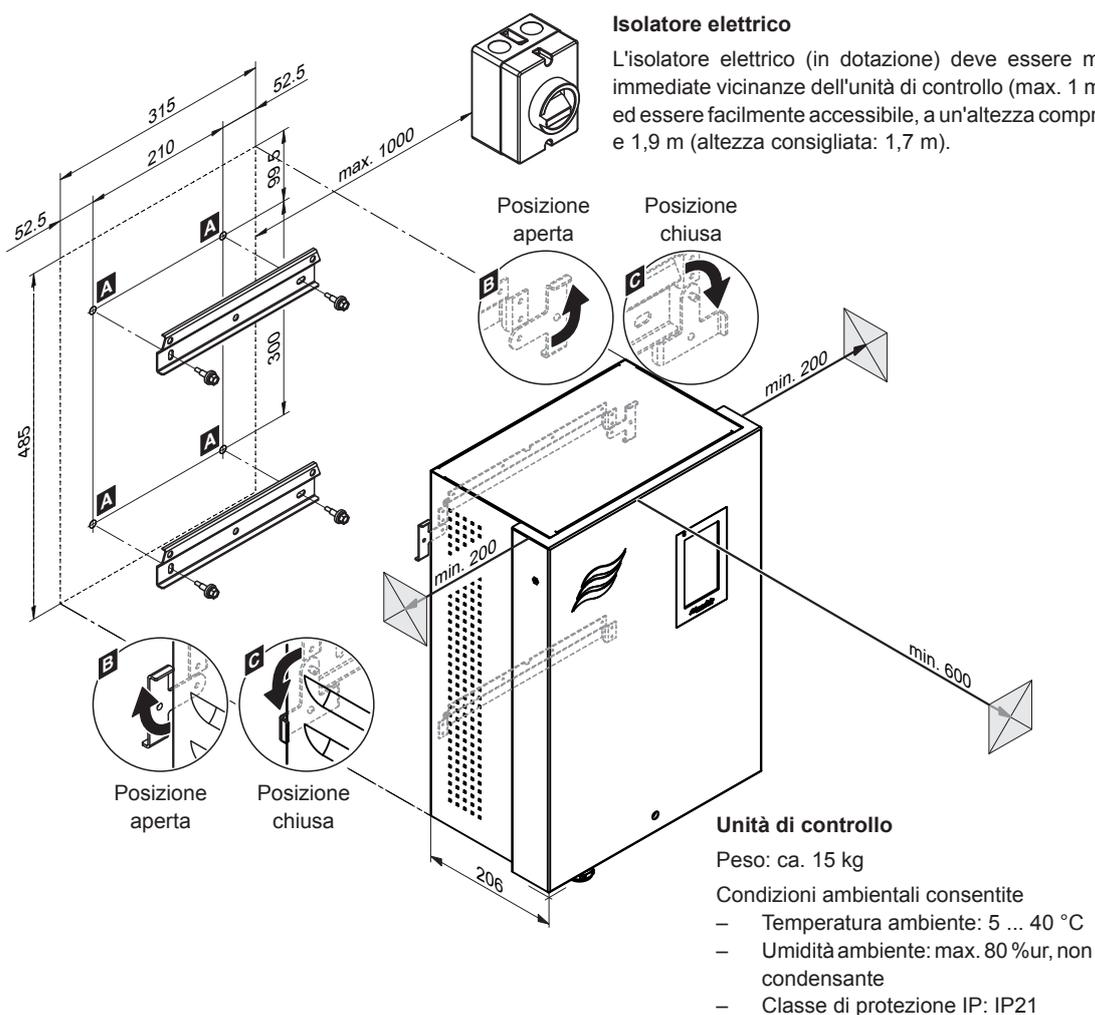

Fig. 35: Montaggio dell'unità di controllo - dimensioni in mm
3. Ruotare le linguette di arresto su entrambi i lati dell'unità di controllo verso l'esterno (posizione aperta, vedere il Dettaglio "B" nella Fig. 35).
4. Agganciare l'unità di controllo ai supporti per parete. Successivamente, ruotare le linguette di arresto sulla parete posteriore dell'unità di controllo verso l'interno (posizione chiusa, vedere il Dettaglio "C" nella Fig. 35) per fissare l'unità di controllo al supporto per parete superiore.